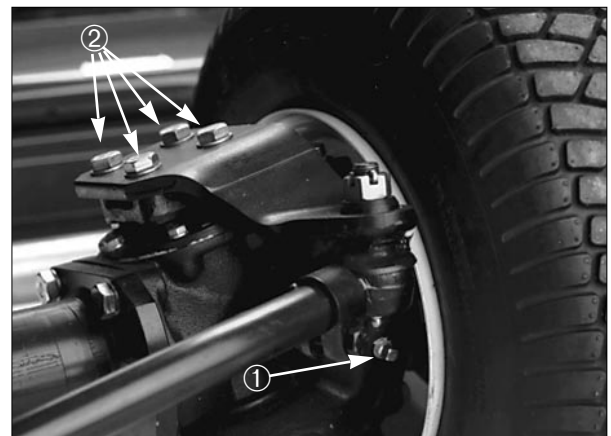

Bild 7
2. Den Prüfstöpsel von beiden Achsenden abschrauben und sicherstellen, daß der Ölstand die Unterseite der Löcher erreicht. Bei niedrigem Ölstand eine Montageschraube über beiden Endablaßschrauben entfernen und soviel Öl nachfüllen, daß der Stand die untere Kante der Löcher erreicht (Bild 7).